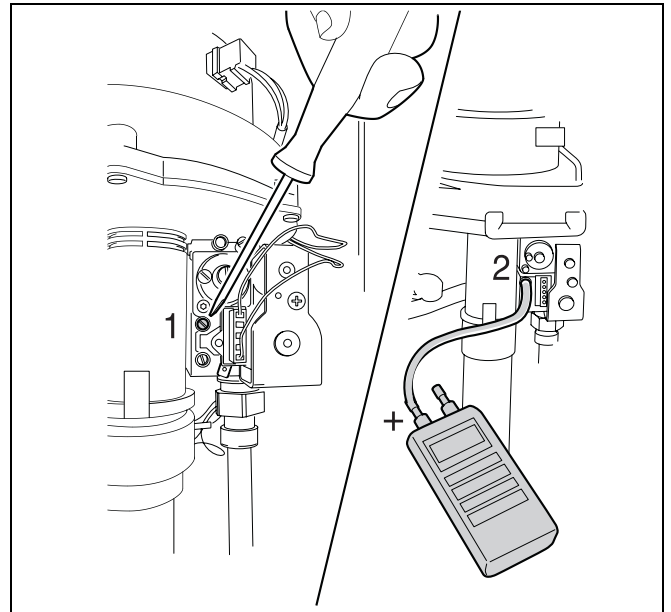

fig. 37 Meten en instellen van de gas/lucht-verhouding
- Draai de schroef in de branderdrukmeetnippel (bovenste meetnippel) twee omwentelingen los (→ fig. 37, [1]).
- Verbind de plusaansluiting van de drukmeter via één slang met de branderdrukmeetnippel (→ fig. 37, [2]).